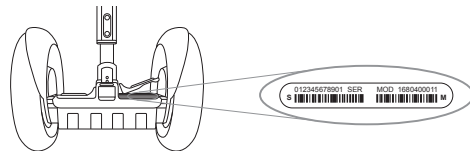

图 1: Segway PT 序列号的位置
2. 在该标签的左侧找到序列号。此序列号是一个以 "1" 开头的 12 位数字（参见图 1）。